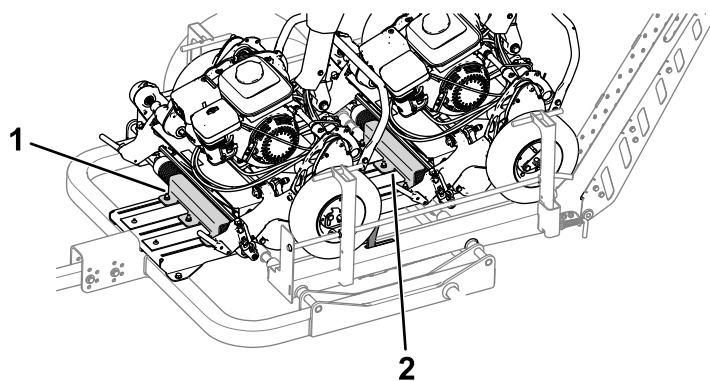

Figure 31
- B. Reculez le support de rouleau arrière (Figure 31) jusqu'à ce qu'il touche le rouleau avant de la machine arrière.
- E. Reculez le support de rouleau avant (Figure 31) jusqu'à ce qu'il touche le rouleau avant de la machine avant.